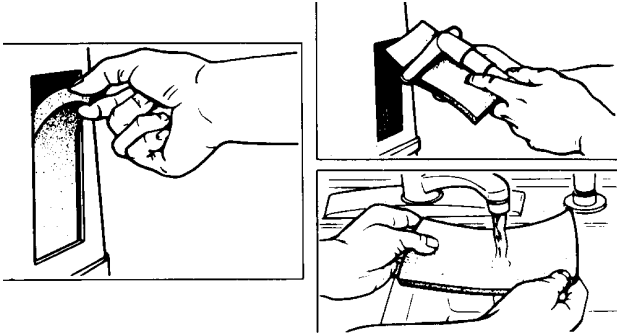

FIGURA 10 - LIMPIEZA DE LOS FILTROS DEL ARMARIO
1. Retire los filtros y **LÍMPIELOS POR LO MENOS UNA VEZ A LA SEMANA** según las condiciones ambientales (**FIGURA 10**).
2. Limpie los filtros con una aspiradora o lávelos totalmente en una solución detergente tibia (**FIGURA 10**).